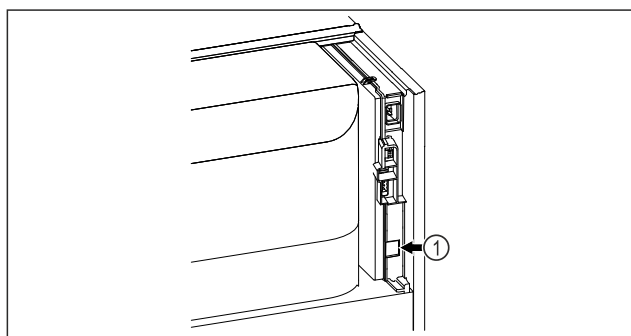

Fig. 77
- SmartModule Fig. 77 (1) on asennettu.